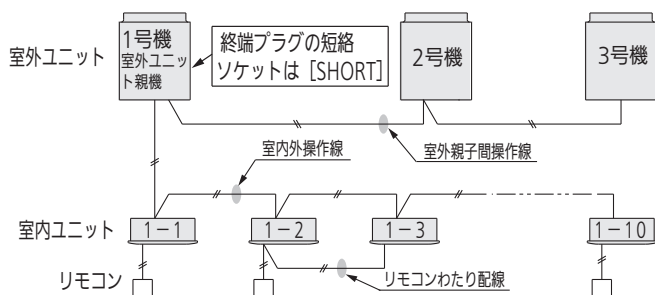

図 11
- 1冷媒系統の場合は、1か所の終端プラグを[SHORT](出荷時のまま)にする。(S-LINKアダプターは[ON]にする)(図11)